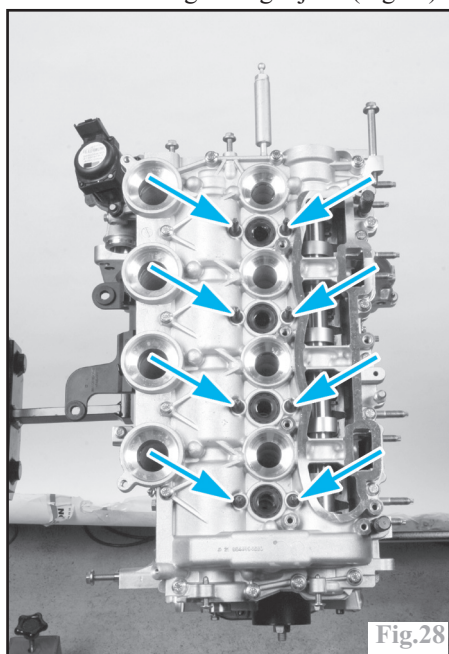

Fig.28
-vérifier le serrage des goujons (Fig.28).